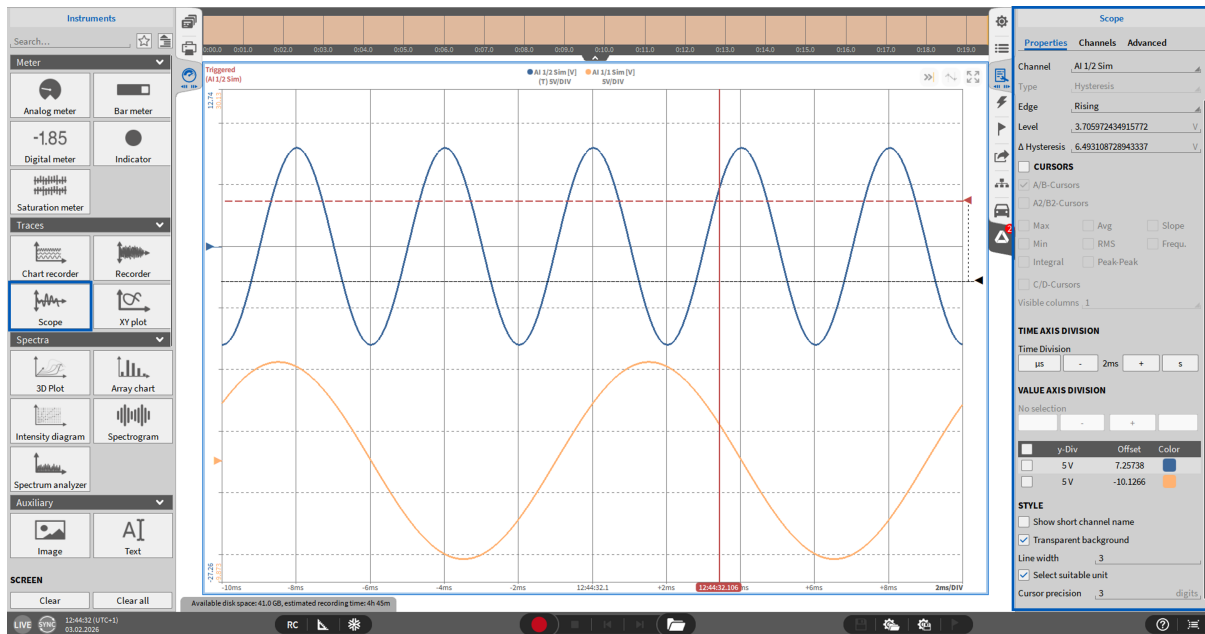

Abb. 8.37: Oszilloskop - Übersicht
- Der Schwellwert des Triggers kann hier eingestellt werden oder mit dem Level Cursor (siehe Abb. 8.37) jedoch muss der Schwellwert innerhalb des Signalbereichs liegen. `trigger_ri-`
- In der  $\Delta$  Hysterese Auswahl kann ein Level definiert werden, welches überschritten werden muss, bevor ein neuer Trigger ausgelöst wird. Dies kann unerwünschte Triggerereignisse durch Rauschen verhindern. Das  $\Delta$  Hysterese-Level kann auch mit dem Hysterese Cursor definiert werden (siehe Abb. 8.37).
- Offset Cursors (siehe Abb. 8.37) können verwendet werden um die angezeigten Signale vertikal zu verschieben. Diese Funktion beeinträchtigt nicht die Phasengenauigkeit.